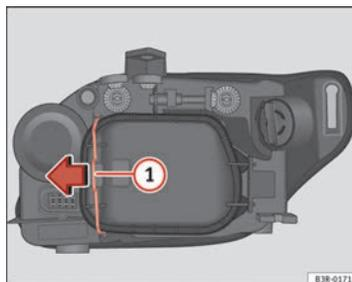

Fig. 198 Luz de cruce
Aunque no es necesario, extraer previamente la tapa rígida ⇒ fig. 198, facilita el cambio de la lámpara de dirección. ■
- Desplace el tirante ⇒ fig. 198 ① en el sentido de la flecha y saque la tapa rígida separando primero el lado del tirante y sacando después las dos pestañas del extremo contrario de la tapa.